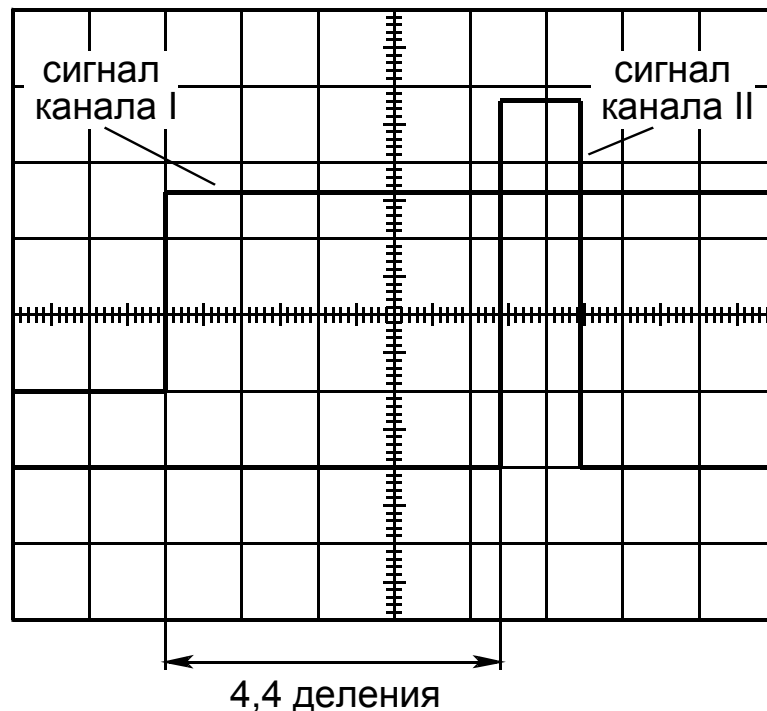

Рис. 8. Измерение временного сдвига между двумя импульсными сигналами
- измерьте расстояние по горизонтали между импульсами канала I и канала II (рис. 8);